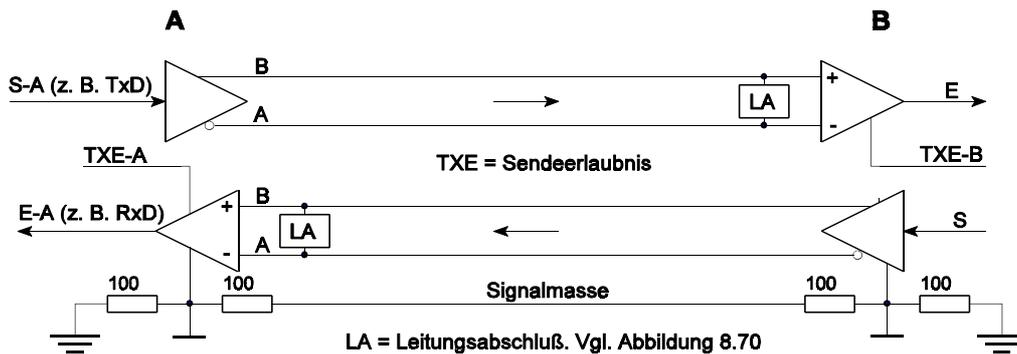
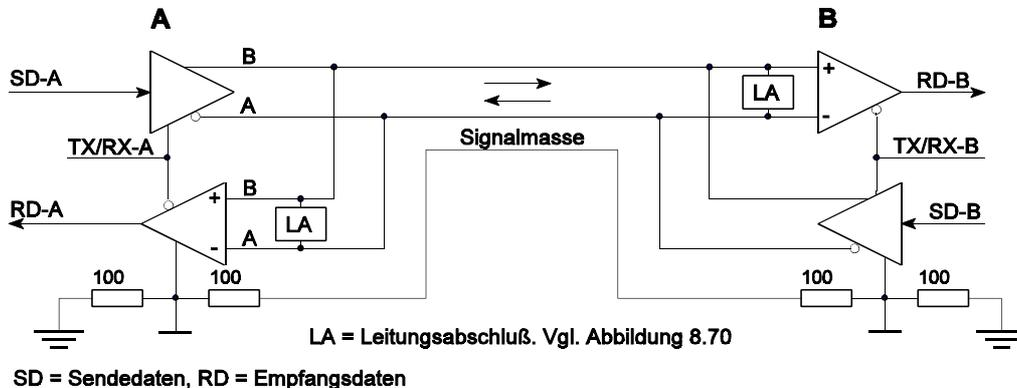

Abbildung 8.71 Vierdrahtverbindung (Vollduplexbetrieb)
Abbildung 8.72 Zweidrahtverbindung (Halbduplexbetrieb)
Wir zeigen hier zwei Schaltungsbeispiele anhand einer typischen Treiber-Empfänger-Kombination (Zweidrahtverbindung; vgl. Abbildung 8.72). Es gibt auch andere Schaltungslösungen. In der Praxis geht es darum, die betreffenden Funktionen ggf. am Interfacewandler einzustellen (z. B. über Schiebeschalter oder Jumper).
Um Leitungen zu sparen, beschränkt man sich typischerweise auf die Übertragung der Datensignale (TxD, RxD). RS-422-Verbindungen kann man nur als Punkt-zu-Punkt-Verbindungen mit einem Leitungspaar je Signal aufbauen (Vierdrahtverbindung*); Abbildung 8.71). Der Vorteil: in beiden Richtungen können gleichzeitig Übertragungsvorgänge ablaufen (Vollduplexbetrieb). RS-485 ermöglicht es, mit einem einzigen Leitungspaar auszukommen (Zweidrahtverbindung*); Abbildung 8.72), das abwechselnd in beiden Übertragungsrichtungen ausgenutzt werden kann (Halbduplexbetrieb).
Erklärung zu Abb. 8.72:
- Verbindung zwischen Signalmasse und Schutzleiter ggf. mit Widerstand 100 Ohm, (wenigstens 0,5 W) brücken (Strombegrenzung; vgl. z. B. Abbildung 8.71),